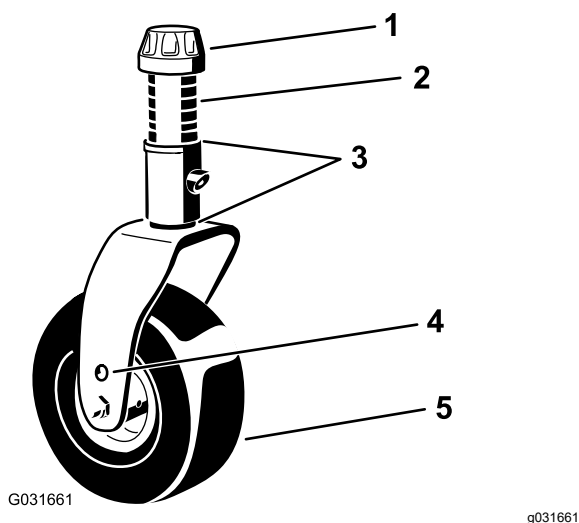

Figure 8
Placez les essieux des roues pivotantes dans les mêmes trous sur les deux fourches. Pour choisir les trous corrects pour la hauteur de coupe requise, reportez-vous à la Figure 8 et la Figure 9.
1. Enlevez le chapeau de tension de l'axe de pivot (Figure 8) et sortez l'axe du bras pivotant. Remplacez les 2 cales sur l'axe de pivot dans leur position d'origine. Ces cales sont nécessaires pour que les unités de coupe soient parfaitement de niveau sur toute la largeur.
2. Insérez le nombre correct d'entretoises approprié sur l'axe de pivot pour obtenir la hauteur de coupe voulue (Figure 8).